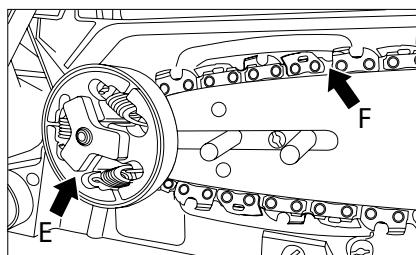

Fig. 8
6. Positionnez la chaîne derrière la roue à chaîne dentée (E). Vérifiez que les maillons de la chaîne sont bien placés entre les dents du pignon (fig. 8).
7. Insérez les maillons dans la rainure du guide-chaîne (F) le long de la périphérie (fig. 8).